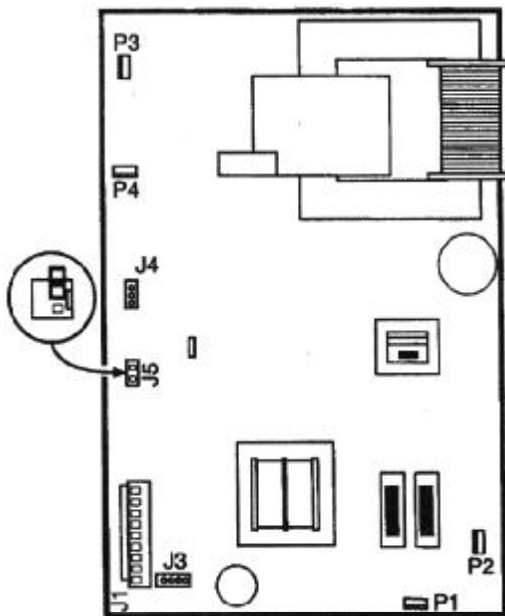

Fig.10. Moving J5 shorting bar to reduce ozone production about 20 to 25 percent.
- e. 在电源上找到“J5”见图10，将其移动一格，臭氧将减少。